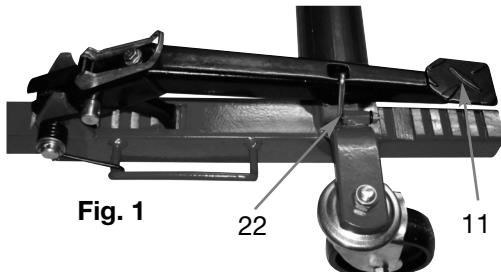

Fig. 1
2. Ouvrez le crochet (22) pour libérer la pédale (11) (**Fig. 1**).